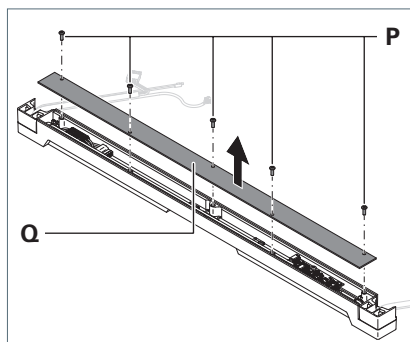

Fig. 6: Support transversal - Retirer le recouvrement.
4. Dévissez les vis **P** du recouvrement **Q**, voir Fig. 6.